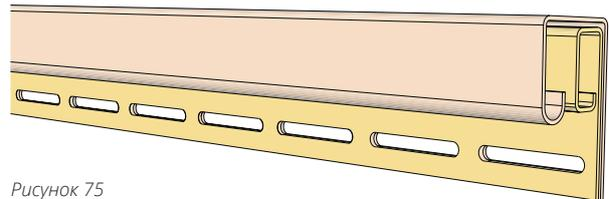

Рисунок 75
- 17.2 Перфорационные отверстия двух доборных элементов должны совпадать (рис. 75).